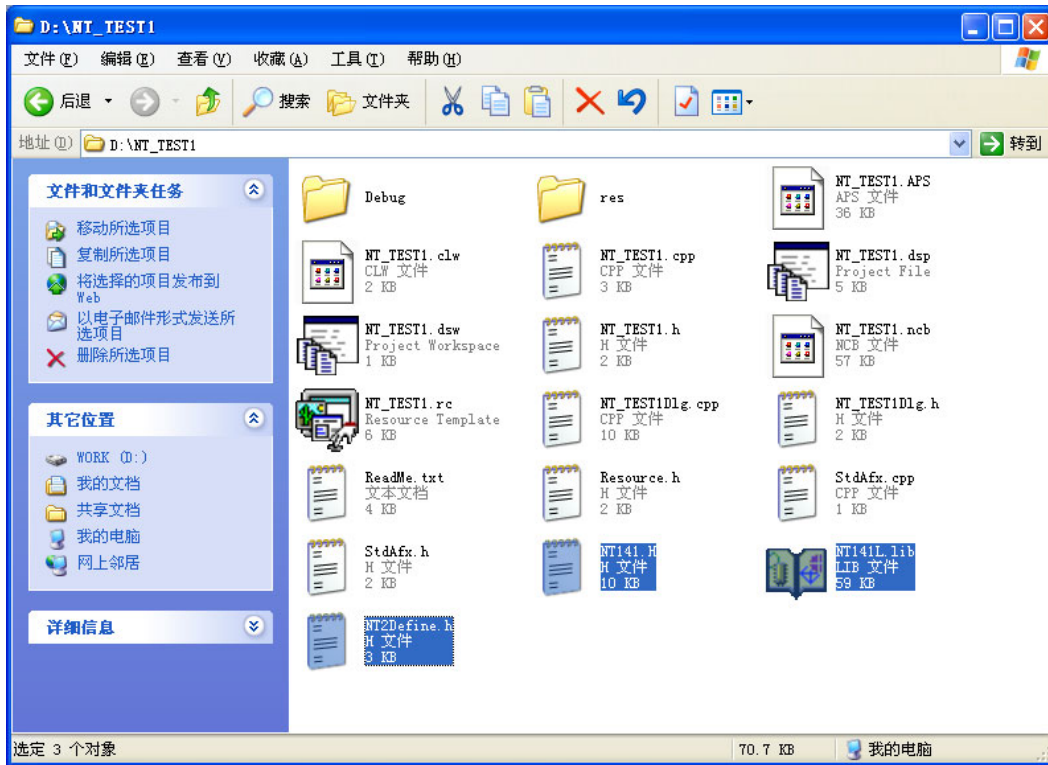

图 5.4 复制 NT141 的 LIB 文件
(2) 将产品配套光盘“\Lib\NT141_VC”目录下的3个文件复制到D:\NT_TEST1目录下，结果如图5.4所示。